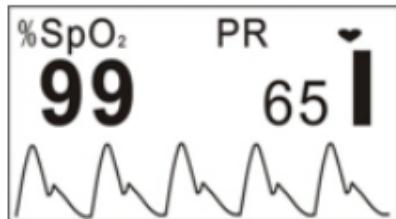
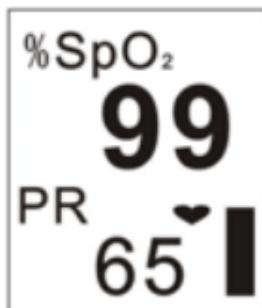
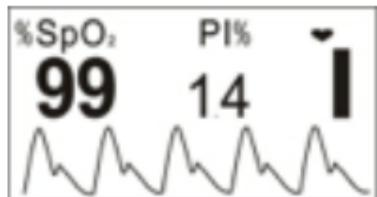
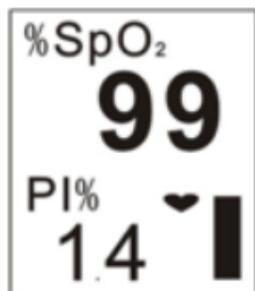

Figura 4
Figura 5
Figura 6
Figura 7
rece na Figura 4). O utilizador pode ler os valores e ver sob a forma de onda a partir do visor de exibição
5. Quando o display aparece como na Figura 4, pressionar a tecla Display para mudar a vista de exibição
- Pressionar uma vez a tecla Display, o visor do display (conforme aparece na Figura 4) será girado em 180°.
- Pressionar duas vezes a tecla Display, o visor do display será alterado conforme aparece na Figura 5.
- Pressionar três vezes a tecla Display, o visor do display (conforme aparece na Figura 5) será girado em 180°.
- Pressionar quatro vezes a tecla Display, o visor do display regressará ao visor conforme aparece na Figura 4.
6. Pressionar e segurar a tecla Display (cerca de 2 segundos), o visor do display será exibido conforme aparece na Figura 6. As diferenças entre a Figura 6 e a Figura 4 são as seguintes:
- Na Figura 4, o SpO2 e a frequência cardíaca são monitorados e exibidos no visor
- Na Figura 6, o SpO2 e o índice de perfusão são monitorados e exibidos no visor.
7. Quando no visor for exibido conforme aparece na Figura 6, pressionar de forma circular a tecla Display, o visor do display será comutado entre as duas vistas (conforme aparece na Figura 6 e Figura 7) e as quatro direções serão exibidas alternadamente.
8. A vista de exibição (conforme aparece na Figura 6 ou Figura 7) regressará ao visor conforme aparece na Figura 4, ou na Figura 5 se a operação não for executada dentro de 10 segundos.